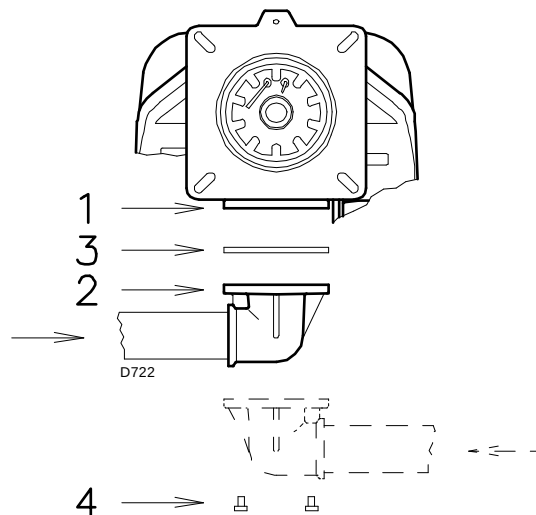

图 18
- 燃气阀组可从燃烧器的左边或右边进行安装，视具体情况，以方便安装为宜，见图 18。
- 燃气阀组必须用燃烧器随附的法兰 2)，垫片 3) 以及螺丝 4) 与燃气附件 1) (图 18) 相连接。